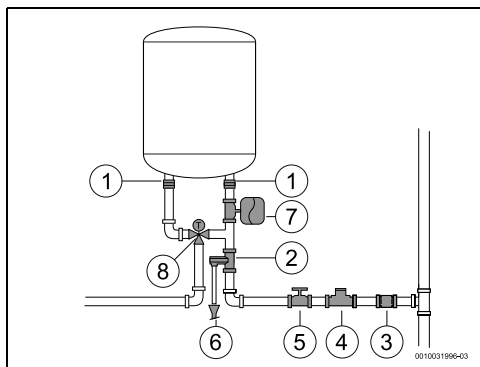

Fig. 11
- Aprire la valvola d'intercettazione dell'acqua (→ Fig. 11,[5]).
- ▶ installare una valvola di riduzione della pressione (Fig. 11, [4]). La valvola di sicurezza si attiverà quando la pressione dell'acqua nell'apparecchio è superiore a 8 bar (± 1 bar), pertanto è necessario pianificare una modalità di scarico dell'acqua.
- ▶ installare un vaso d'espansione (Fig. 11, [7]) per arrestare l'apertura frequente della valvola di sicurezza. Il volume del vaso d'espansione deve essere equivalente a 5% del volume dell'apparecchio.